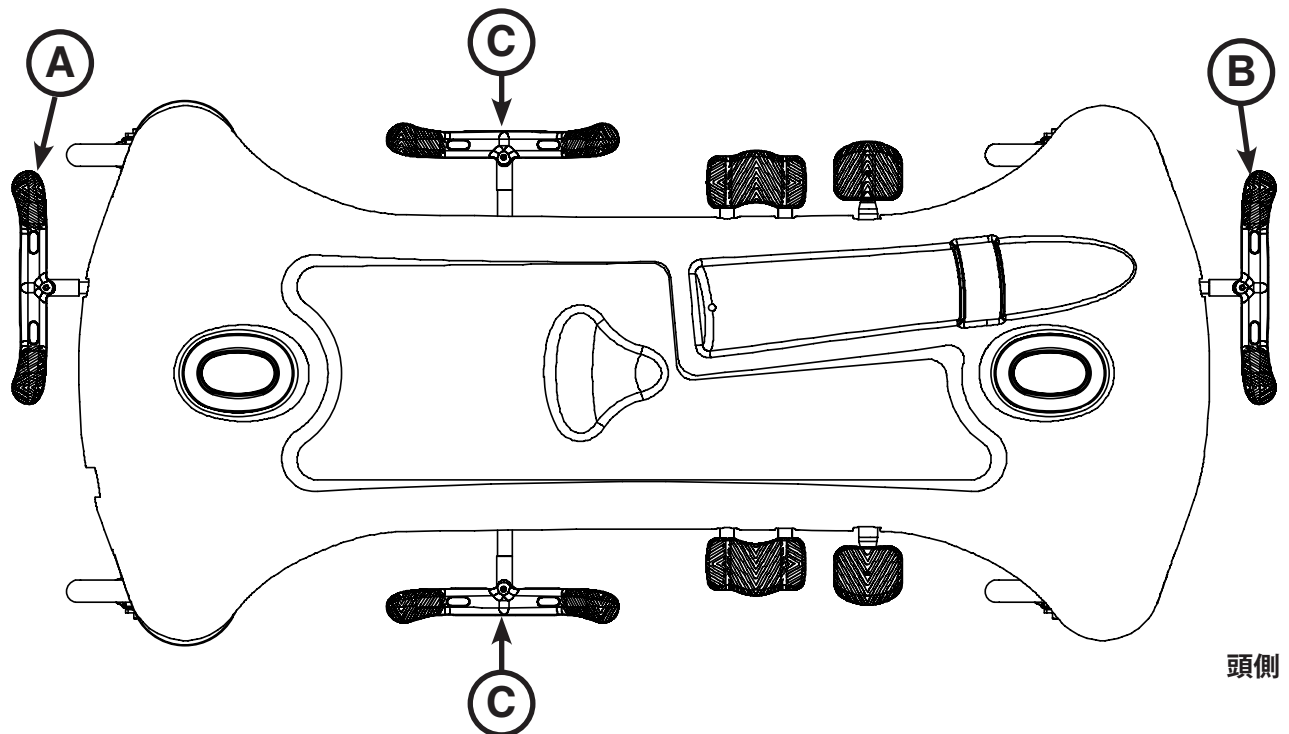

図1: ブレーキシステム
操作者が使いやすいように、ブレーキ/ステアリングコントロールペダルは、図1に示すようにストレッチャーの両端にあります。
**第5輪を操作するには**、ブレーキ/ステアリングペダルのステアリング（緑色）側のどれでも最も低い位置まで踏みます（10-9ページ図1を参照）。
**第5輪を外すには**、ブレーキ/ステアリングペダルのブレーキ（赤色）側のどれでもニュートラルの位置まで踏みます（10-9ページ図1を参照）。